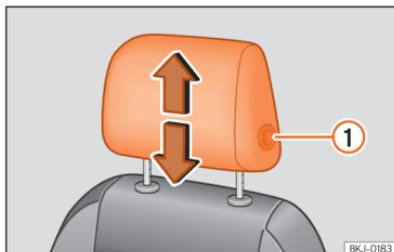
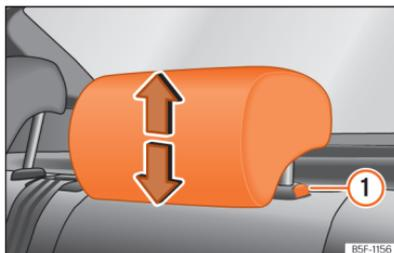

Abb. 68 Vordersitz: Kopfstützeinstellung.
Abb. 69 Kopfstütze hinten: Kopfstützeinstellung.
Sie zum Absenken auf gleiche Weise vor und drücken Sie die seitliche Taste ① »» (Abb. 68) , »» (Abb. 69).